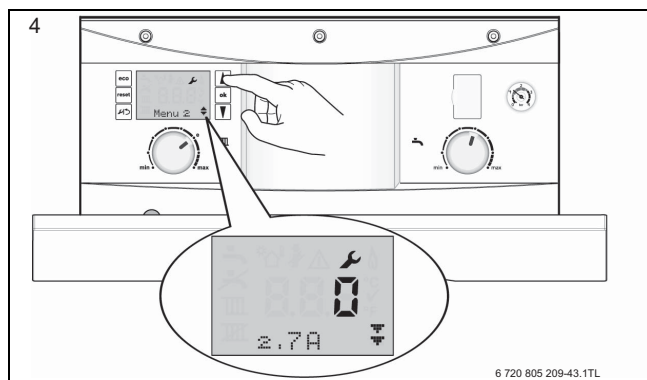

Fig. 61
1. Seleccionar la opción de menú deseada con las teclas de flecha (véase la fig. 61) y pulsar la tecla OK; la opción parpadeará.